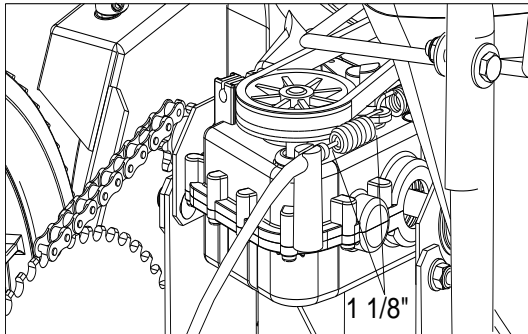

Fig. 18
9. Misurare l'entità di allungamento della molla. Quando la frizione è inserita, la molla deve misurare 2,8 cm circa (leva a 10 cm circa dal manubrio). (v. Fig. 18, pagina successiva).